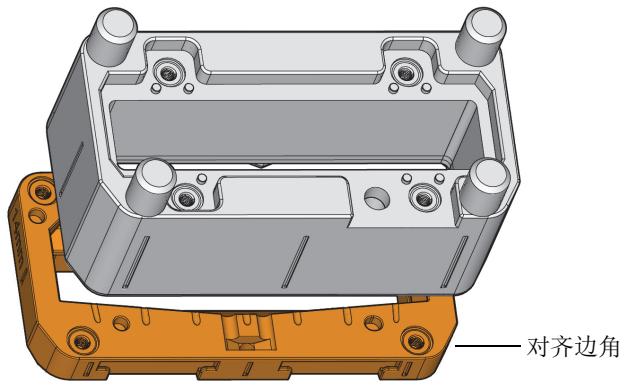

图 5-3 在探头托架上安装延迟块板
8. 将延迟块板放在探头托架总成的下面，其四个边角要对齐（参见第70页的图 5-3）。